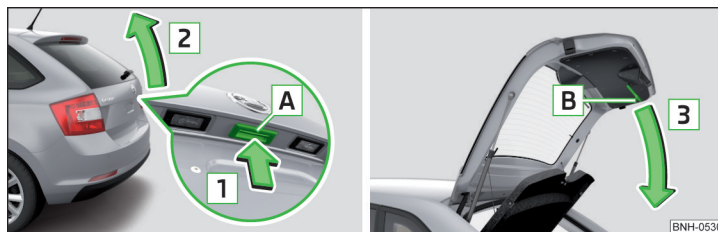

Fig. 53 **Abrir/cerrar la tapa del maletero**
- Para **abrir** la tecla **A** presionar en el sentido de la flecha **1** » fig. 53.
Se desactiva la tecla **A** » fig. 53 cuando se arranca o a partir de una velocidad de más de 5 km/h. Después de parar el vehículo y abrir una puerta se volverá a activar la tecla.